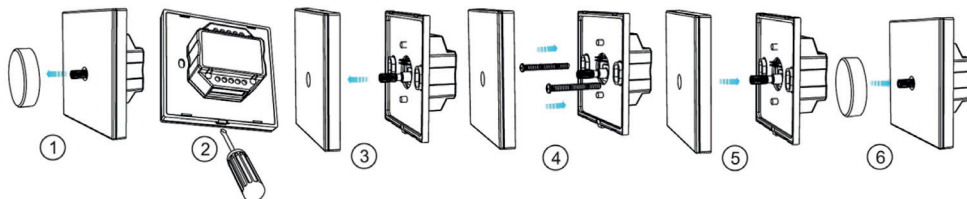

Рис. 2. Монтаж панели SMART
3.7. Закрепите панель в месте установки (см. рис. 2).